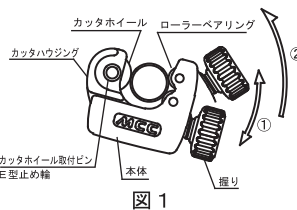

図 1
- ①チューブカッターは、取扱説明書記載の用途以外には使用しないでください。誤った使用をされますと破損やケガの原因となります。
- ②ご使用前には各部の点検をして異常があれば使用を中止し、修理または交換が済むまで使用しないでください。
- ③カッタホイールは管に直角に当て、こじたり、ねじったりしないでください。
- ④各摺動部には時々注油をしてください。
- ①本体を前後に約 90° 程度の範囲で 2 ~ 3 回往復させたあと、管の周りを一周させ全周に切り込み線をつけます。(図 1)
- ②その後、握りを徐々に回し(本体 1 ~ 2 回転につき握り 1/6 程度)カッタホイールの切り込みを深くしながら切断を行ってください。